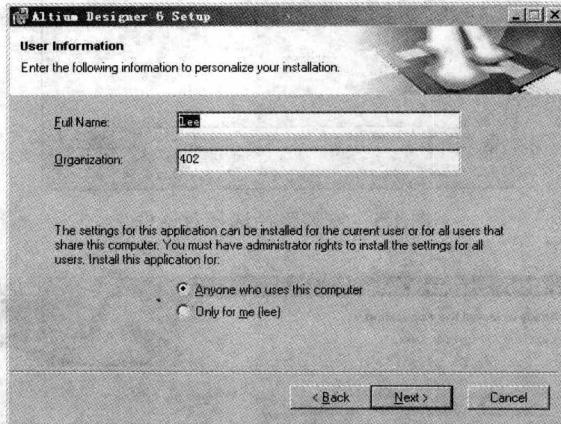

图 1.3 “User Information”视图
(3) 选中“License Agreement”视图中的“I accept the license agreement”前的单选按钮，即同意该协议，单击“Next”按钮，显示如图 1.3 所示的“User Information”视图。